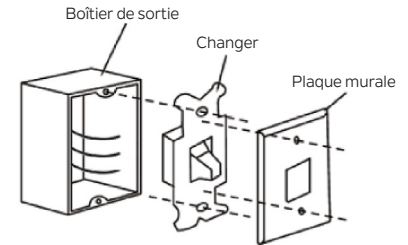

Fig. 19
**Étape 1.** Retirez la plaque murale existante et l'interrupteur de la boîte de prise murale. Débranchez les fils de l'interrupteur existant. (Fig. 19)